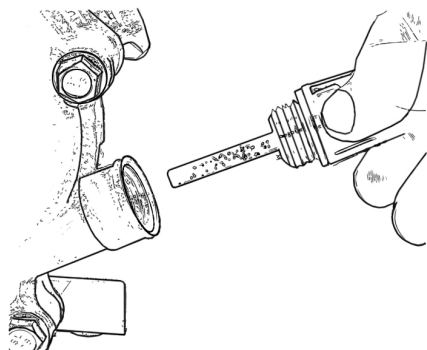

Abbildung 14
- Tauchen Sie den Peilstab vollständig in das Öl ein. Drehen Sie den Peilstab niemals in das Gewinde, Abb. 14.